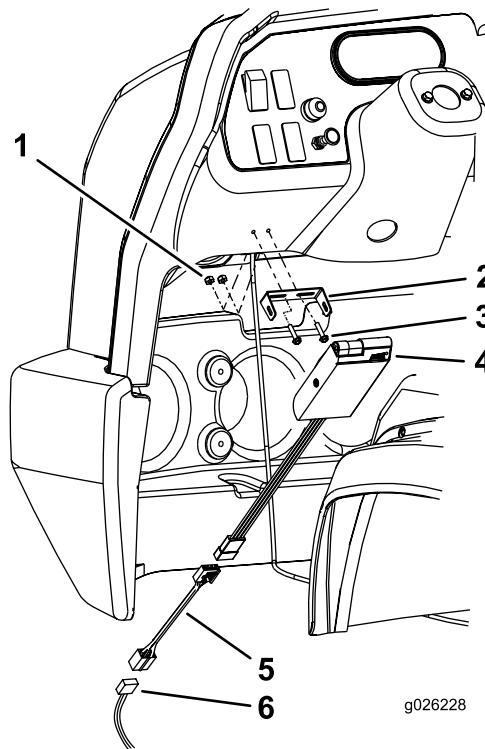

Figura 1
1. Utilizzando la staffa del controller come riferimento, individuate, contrassegnate ed eseguite due fori di diametro pari a 4,8 mm al centro della parte piana del cruscotto sul lato sinistro del volante come illustrato in Figura 1.
2. Montate il controller dei freni al cruscotto con le 2 viti (10-24 x 7/8 poll.) e i dadi di bloccaggio in dotazione (Figura 1).